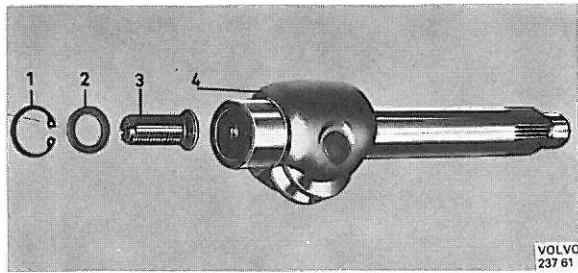

Figure 75. Axe porte-galet
5. Enlever le contre-écrou (3) et dévisser la vis de réglage (2) du couvercle. L'enlèvement de cette vis peut se faire du côté de l'axe porte-galet après avoir retiré le circlips, voir figure 75.
4. Monter la vis de réglage, la rondelle et le circlips sur l'axe porte-galet, voir figure 75. Le jeu de la